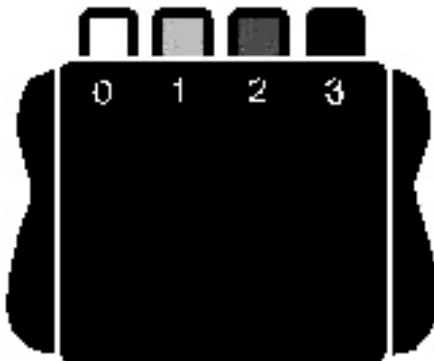

Fig. 2
- .- Seleccione la velocidad a la que desea que funcione el aparato, oprimiendo el pulsador correspondiente, según los siguientes valores (Fig. 2):
- Select the speed at which you wish the device to operate, by pressing the corresponding button, in line with the following values (Fig. 2):